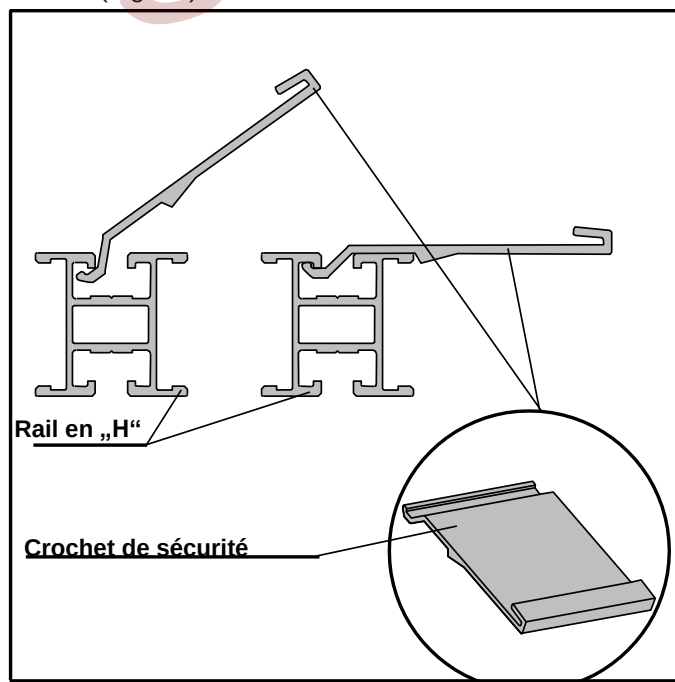

Fig. 11: Montage du crochet de sécurité contre le glissement
- Placer les crochets de sécurité sur le rail en aluminium (Fig. 11), utiliser toujours 2 crochets de sécurité par capteur.